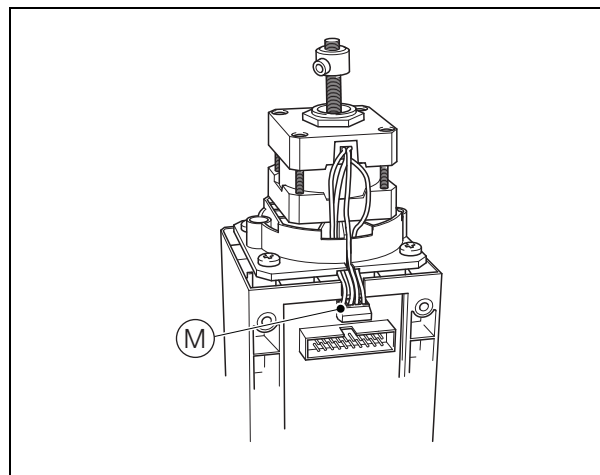
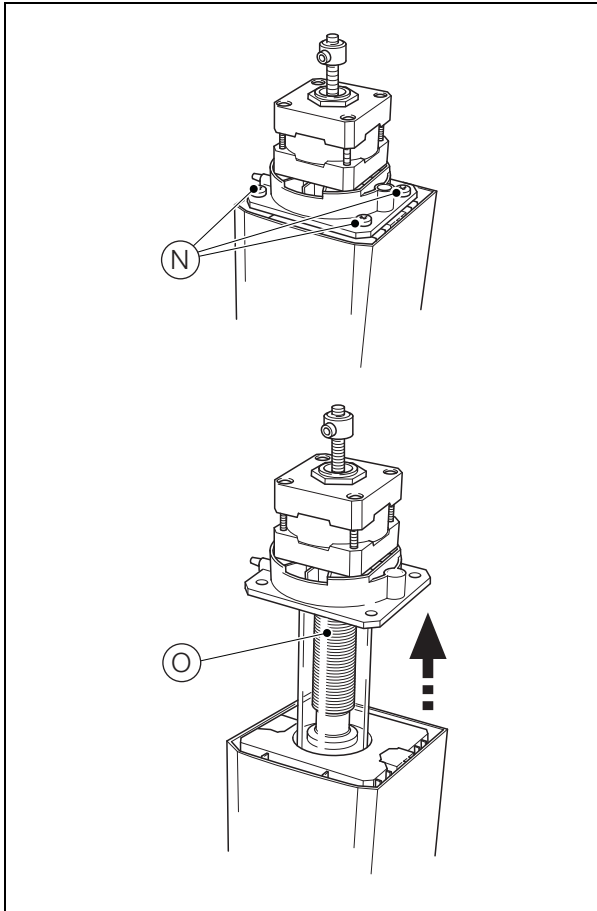

Fig. 13.13 Desligar o motor
Fig. 13.14 Retirar o motor e o tubo de amostra
6. Tendo por referência a Fig. 13.13, desligue a ficha do motor (M).
7. Tendo por referência a Fig. 13.14, retire os quatro parafusos (N) e retire o motor e o tubo de amostra (O) da metade inferior da célula de medição.
9. Tendo por referência a Fig. 13.14, coloque novamente o motor e o tubo de amostra (O) na metade inferior da célula de medição, garantindo que a ficha do motor está alinhada com a tomada (ver (M) em Fig. 13.13). Prenda a placa de montagem do motor à metade inferior da célula de medição com os quatro parafusos (N).
10. Tendo por referência a Fig. 13.13, ligue novamente a ficha do motor (M).